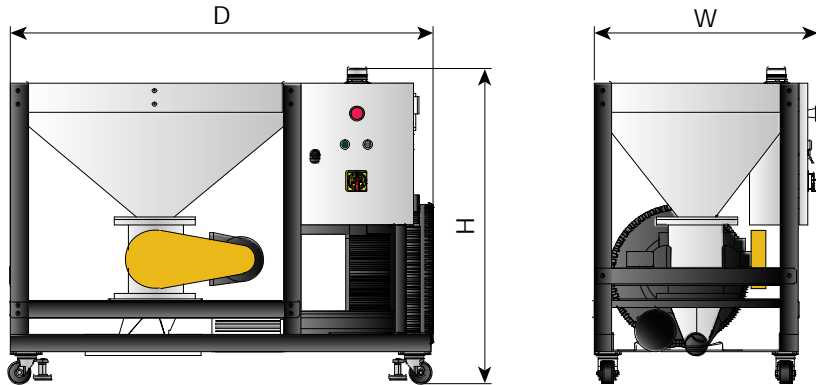

图 1-2: 外形尺寸图
- 5) 输送管路堵塞请检查输送距离是否过长，输送高度是否超标（详见图 1-2），转角弯头是否太小等造成原料不能输送到指定位置。超过标准距离的话需要加大风机功率。